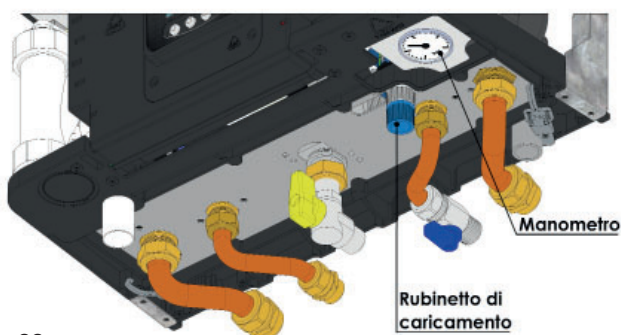

Fig. 22
- aprire, gradualmente, il rubinetto di carico Fig. 22 accertandosi che le eventuali valvole di sfogo aria automatiche, installate sull'impianto, funzionino regolarmente;